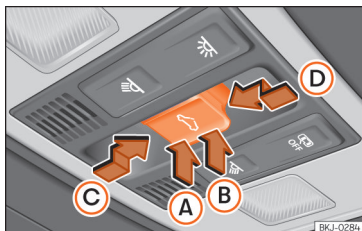

Abb. 102 Im Dachhimmel: Taste des Glasdachs.
Die Taste **Abb. 102** hat zwei Stufen. In der ersten Stufe kann das Glasdach ausgestellt sowie ganz oder teilweise geöffnet oder geschlossen werden.
- Innerhalb von etwa 5 Sekunden nach der Aktivierung des Einklemmschutzes, drücken Sie die Taste ⏪ »» Abb. 102 bis zur zweiten Stufe in Pfeilrichtung »» Abb. 102 Ⓚ bis das Dach vollständig schließt.